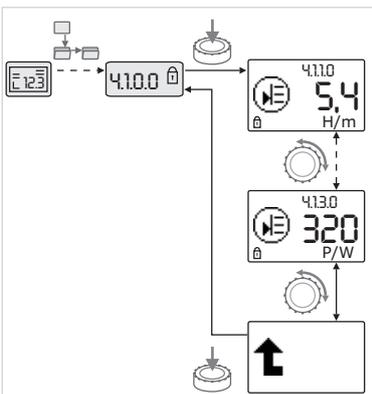

Fig. 46: Hentning af informationer
- Gå til menuelementer af typen "information" i den aktuelle undermenu ved at dreje på betjeningsknappen (se Fig. 46). Forklaringer til de indstillinger, der repræsenteres af symboler, se tabellen i kapitel 8.7 "Reference menu-elementer" på side 239.